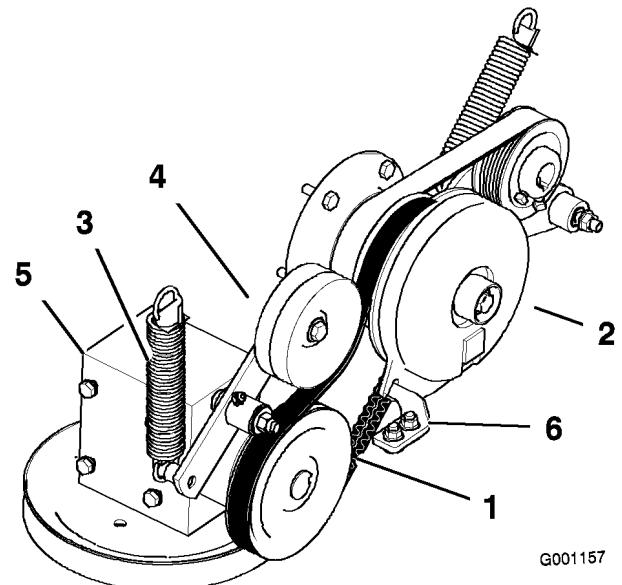

Figure 58
4. Décrochez le ressort du bras de la poulie de tension (Figure 58).
7. Montez la nouvelle courroie d'entraînement de PDF autour de la poulie d'embrayage et de la poulie du boîtier d'engrenages (Figure 58).
9. Raccrochez le ressort au bras de la poulie de tension (Figure 58).